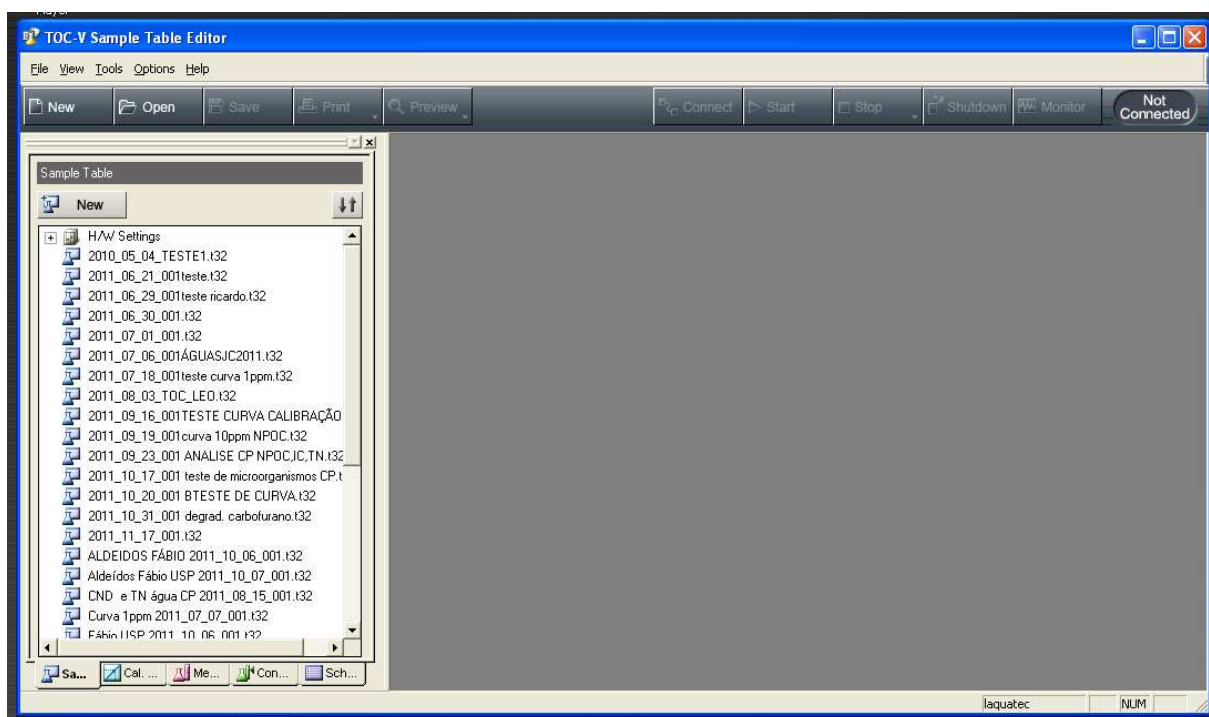

Figura 6.2 – Janela principal do “Sample Table Editor”.
7. O programa será aberto, tendo como janela principal a “*TOC – V Sample Table Editor*”, como pode ser visto na Figura 6.2. Na parte esquerda da tela estarão as últimas “*sample tables*” salvas.